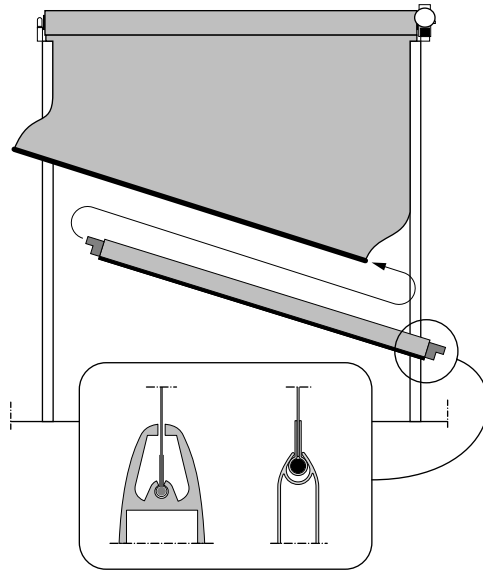

Abb. 2.3.2
- 4 Das Abschlussprofil über das Aufnahmeprofil des Torblatts schieben und so verschieben, dass der Abstand zwischen Wandführung und Abschlussprofil auf beiden Seiten gleich ist (Abb. 2.3.2.). Torblatt und Abschlussprofil noch nicht befestigen!